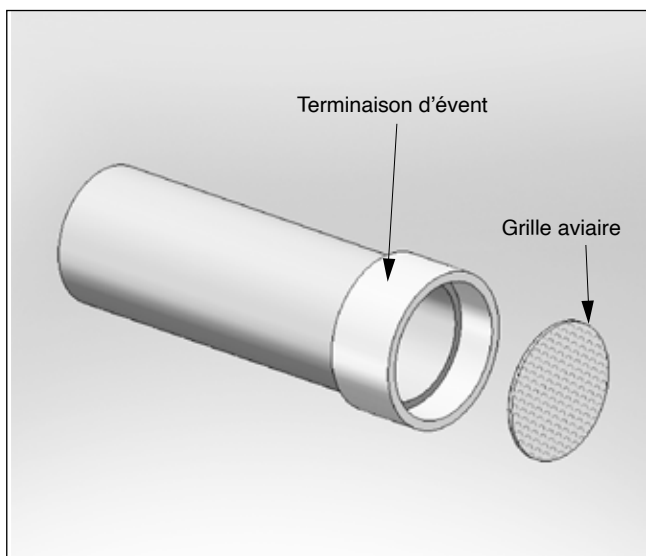
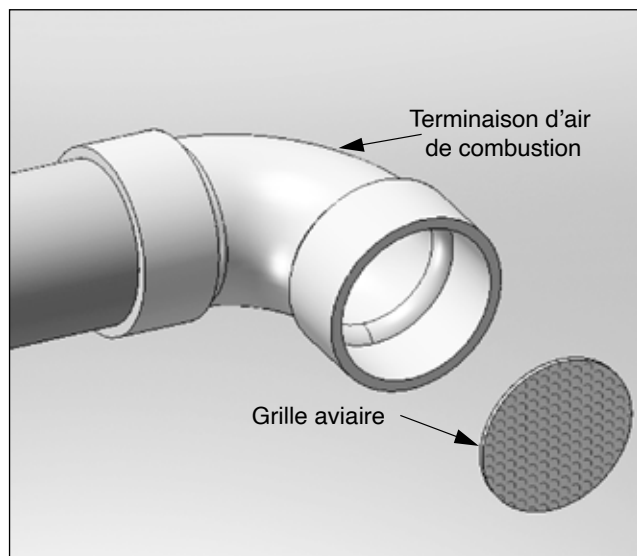

Fig. 9 - Installation de grille aviaire sur tuyauterie d'évent murale
Fig. 10 - Installation de grille aviaire sur tuyauterie d'air de combustion murale
1. Les terminaisons d'air de combustion et d'événement doivent inclure une grille aviaire fournie par l'usine et installée comme illustré aux **fig. 9** et **Fig. 10 en page 18**.
1. Les terminaisons d'air de combustion et d'évent doivent inclure une grille aviaire fournie par l'usine et installée comme illustré à la *Fig. 3 en page 14* et à la *Fig. 10 en page 18*.